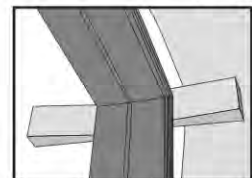

Рис. 12
5.1.2. Зафиксируйте дверную коробку при помощи деревянных клиньев. Обязательно применяйте двойные клинья. Необходимо взять два клина, установить один напротив другого и подбивать молотком. Верхние клинья должны быть на уровне стыка вертикальной и горизонтальной частей коробки (рис. 12).